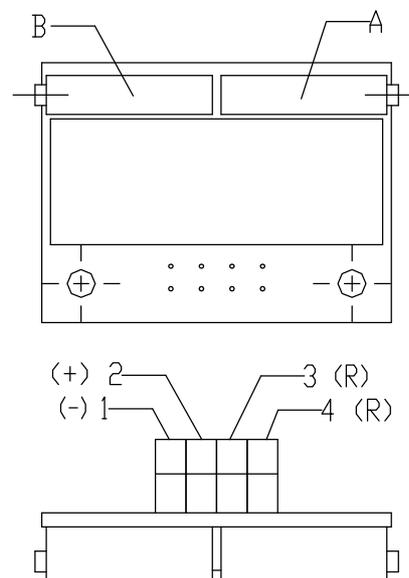

Рис.6
4.4.1 EPV - 2-проводниковое включение (рис.6)
- Установите датчик сопротивления на основании инструкций в предыдущей главе так, что величину сопротивления измеряйте на клеммах R-R (рис.6). *(употреблен датчик с сопротивлением 100Ω)*.
- Поворачиванием устанавливающего триммера А (рис.6) установите величину выходного сигнала тока, измеряемого на клеммах 81-82, на величину 4 мА.
- Поворачиванием устанавливающего триммера В (рис.6) установите величину выходного сигнала тока, измеряемого на клеммах 81-82, на величину 20 мА.